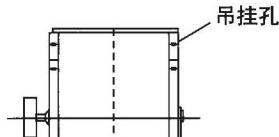

图13
(1) 送风机装运时经常使用吊挂机，吊挂时必须利用风机上预设的吊孔或吊环(图13)。